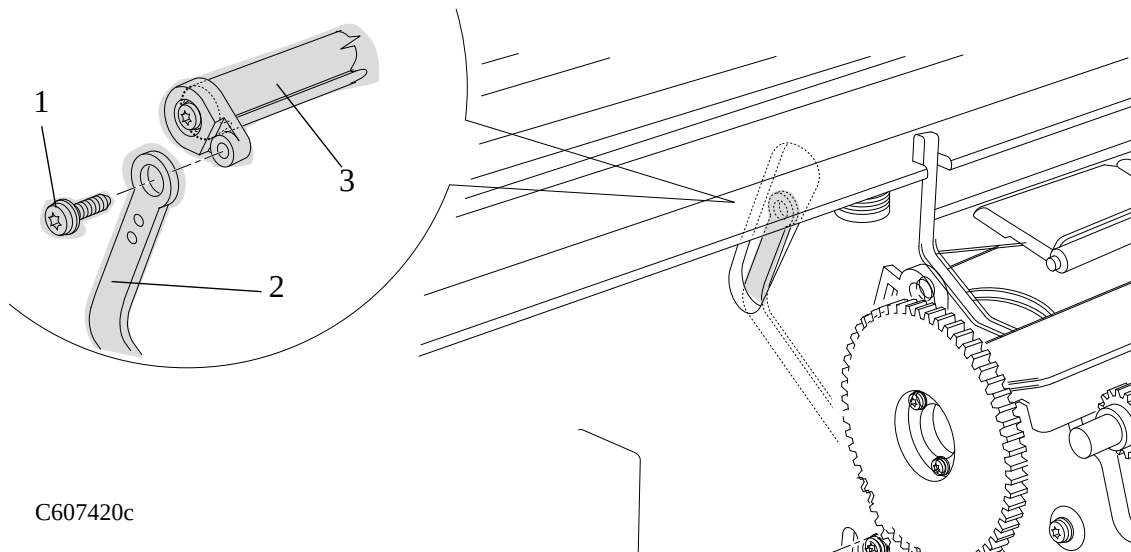

Figura 70: Haste de articulação
3. Remova o parafuso T-10 (item 1) da haste de articulação (item 2) e o came da roda de compressão (item 3) (consulte a Figura 70).